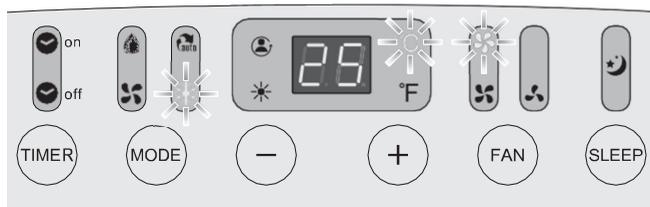

Bild 21: Exemplarische Einstellung im Kühlbetrieb bei einer Außentemperatur von 30 °C.
3. Drücken Sie die Taste „Betriebsart“ so oft, bis im Symbol „Betriebsart“ die Schneeflocke leuchtet (siehe Bild 21).